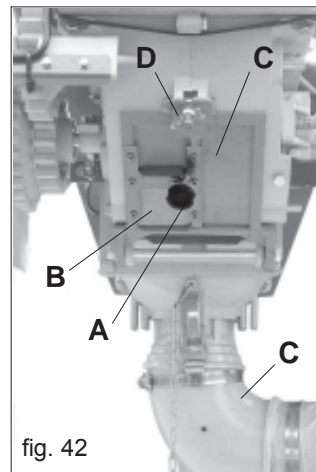
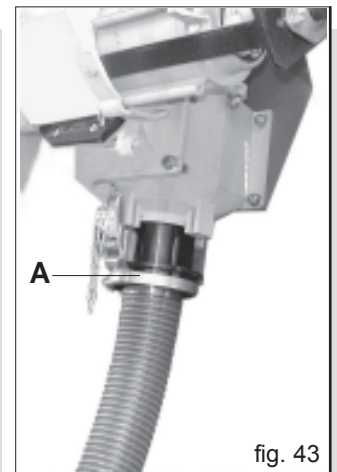

fig. 42
fig. 43
- a) coloque una bolsa o un recipiente debajo de la puerta de descarga del equipo dosificador, desenrosque el volante (A Fig. 42) para descargar por la puerta (B) el contenido de la tolva. Por último, abra la puerta de descarga (C Fig. 42) desenroscando la tuerca de mariposa (D Fig. 42) para vaciar el contenido que queda en el dosificador;
- b) Quite la curva (C Fig. 42) situada debajo del canal del inyector, conecte en la misma posición el tubo de recogida entregado con la máquina (A Fig. 43) y en el extremo opuesto del tubo coloque un recipiente de recogida, gire la rueda de transmisión en la dirección de marcha sirviéndose de la manivela.